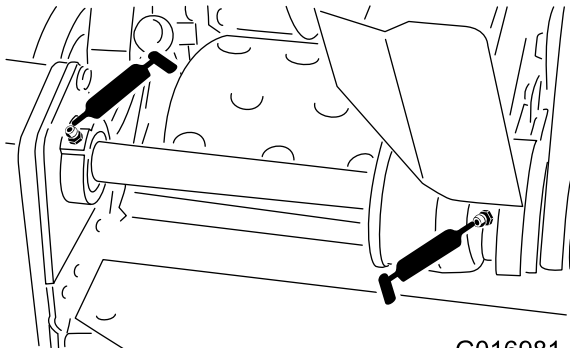

Figura 20
- 2 en los cojinetes del contraeje del molinete (Figura 20)